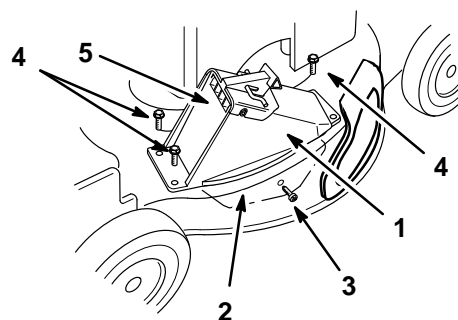

Figure 38
6. Insérer la patte du conduit d'éjection dans le carter de tondeuse (Fig. 38).
7. Faire correspondre les perforations du conduit d'éjection et les oeillets du carter de tondeuse (Fig. 38).
8. Faire correspondre la perforation de la patte du conduit et la perforation latérale du carter de tondeuse (Fig. 38).
9. Insérer la vis autotaraudeuse fournie avec le sac de ramassage dans la perforation latérale du carter de tondeuse et dans la patte, et serrer la vis partiellement (Fig. 38).
10. Fixer le conduit d'éjection au carter de tondeuse à l'aide des 3 boulons fournis avec le sac de ramassage (Fig. 38).
13. Ouvrir et fermer le volet d'éjection pour s'assurer qu'il peut se mouvoir librement (Fig. 38).